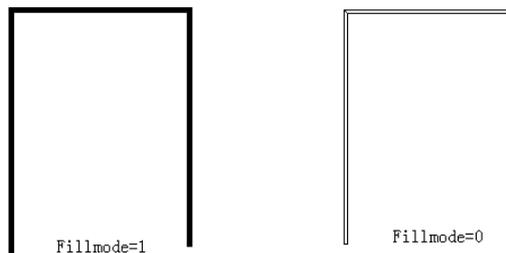

图 3-11 宽度直线的不同填充方式
(1) TRACE 命令可以生成多条宽线, 但它们都是独立对象。
(2) AutoCAD 2009 将输入的端点坐标放于线条中心线上, TRACE 命令自动计算出端点倾角, 以例与下一条线段相连; 第一段的宽线起点和最后一段宽线终点的角度为 0 度或 90 度。
(3) 当系统变量 FILLMODE 为 ON 时, AutoCAD 2009 将填充所绘线条; 当 FILLMODE 为 OFF 时, AutoCAD 2009 只画出轮廓, 如图 3-11 所示。
在图 3-11 中, 左图为系统变量 FILLMODE 处于 ON 的状态, 右图为 FILLMODE 处于 OFF 的状态, 其宽度均为 3。